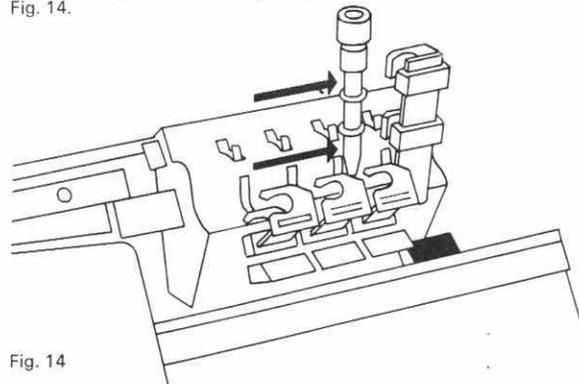

Fig. 14
- Die äusserste rechte Halterung springt hoch. In dieser Stellung kann das Nüsschen eingesetzt werden (und später auch herausgenommen werden), Fig. 14.